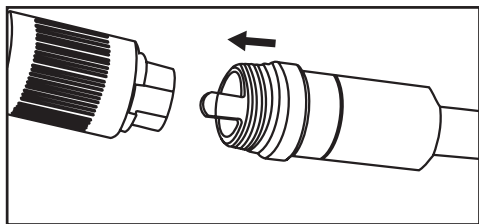

Fig. 3 – Empujando la llave del tubo flexible
1 - Cuidadosamente empuje la llave del tubo flexible (2) en el conector del tubo flexible (3) del equipo, conforme Fig. 3;